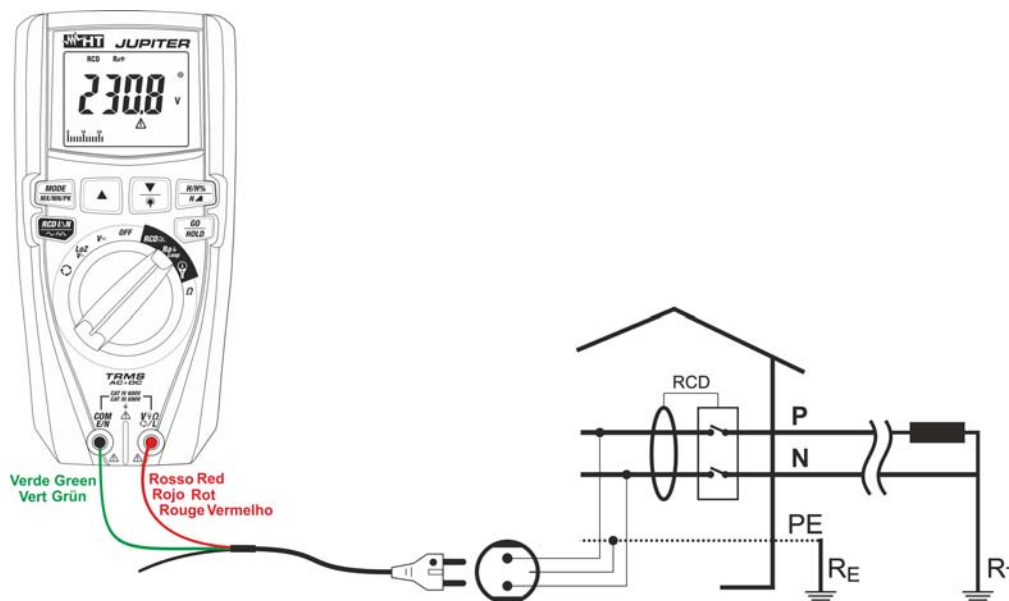

Fig. 17: Uso dello strumento per misura resistenza globale di terra con cavo Schuko
5. In caso di uso del cavo con spina shuko inserire il conduttore rosso nel terminale di ingresso **V Ω L** e il conduttore verde nel terminale di ingresso **COM/E/N** e collegare lo strumento all'impianto in esame (vedere Fig. 17). Il valore della tensione Fase-Terra è mostrato a display